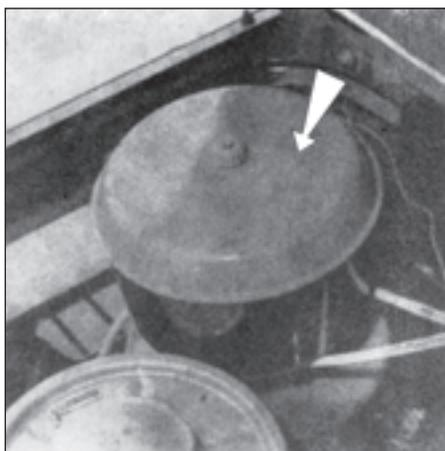
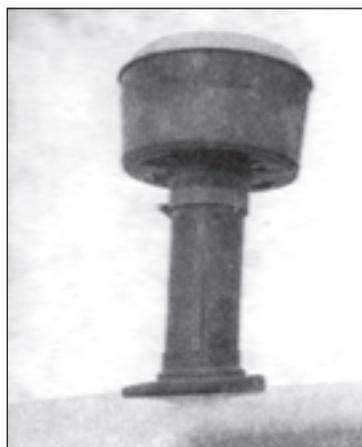

Fig. 182
Fig. 183
1. Inspecter le préfiltre tous les jours et si la cuvette à poussière est remplie jusqu'au repère limite, il faut la vider. L'accès au préfiltre au-dessus du capot est facile (fig. 183). Il suffit de dévisser l'écrou sur le couvercle du préfiltre, de désassembler le préfiltre et vider la poussière de la cuvette. L'accès au préfiltre se trouvant au-dessous du capot (fig. 182) est après avoir ouvert le couvercle du capot que l'on retient dans la position ouverte à l'aide de l'étau engagé dans l'orifice sur la cloison derrière le radiateur. Le procédé de désassemblage du préfiltre est ensuite identique.